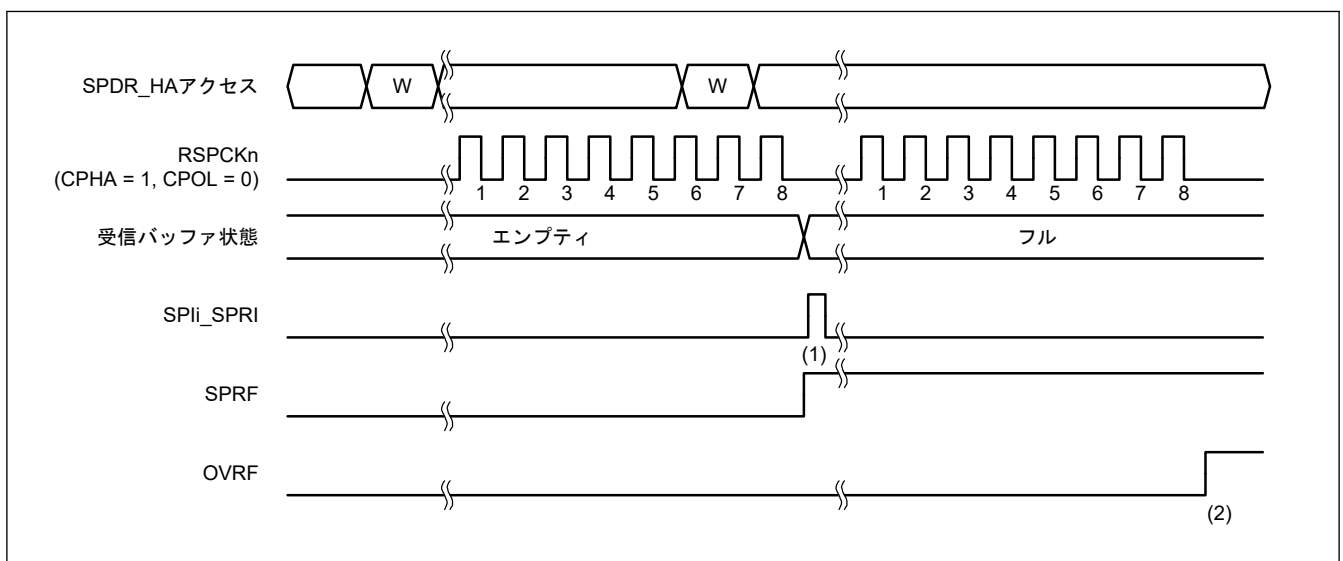
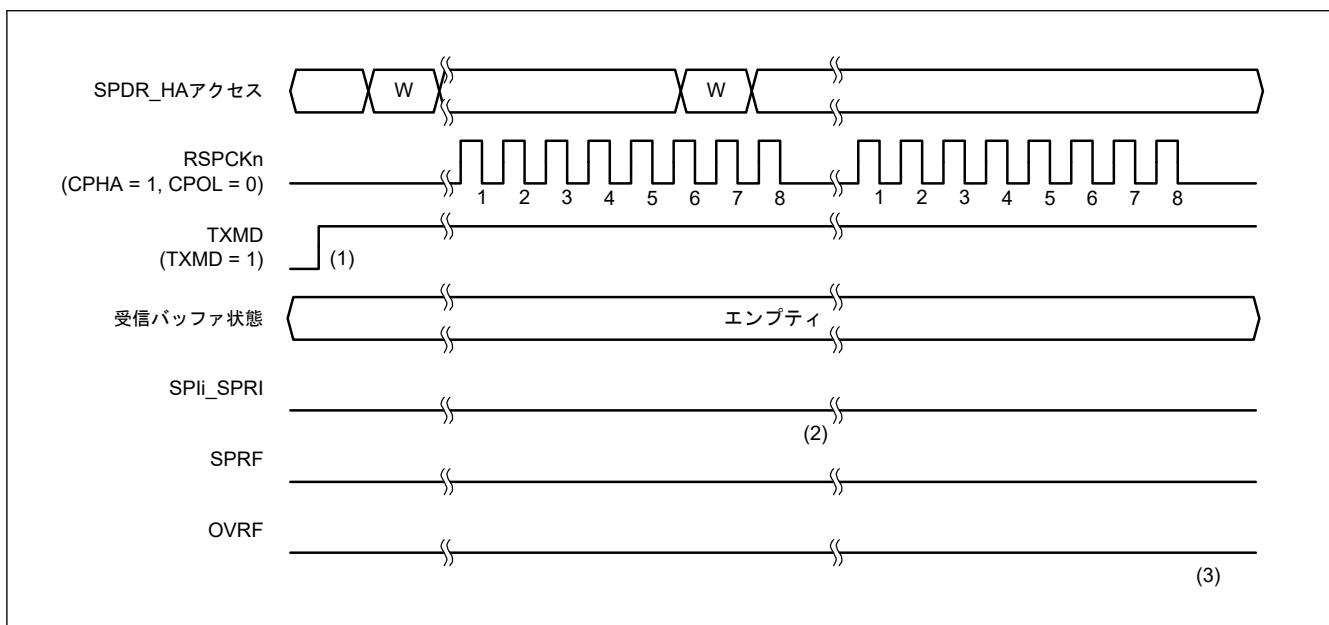

図 28.24 SPCR.TXMD = 0 の動作例
図 28.25 SPCR.TXMD = 1 の動作例
通信動作モード選択ビット (SPCR.TXMD) の設定により、全二重同期式シリアル通信または送信のみの動作が選択できます。図 28.24 および 図 28.25 に記載した SPDR アクセスは、SPDR レジスタへのアクセス状況を示しています。W は書き込みサイクルを示しています。
図 28.24 に、通信動作モード選択ビット (SPCR.TXMD) を 0 にした場合の動作例を示します。この例では、SPCMD0.CPHA ビットが 1、SPCMD0.CPOL ビットが 0 の設定で、SPI が 8 ビットのシリアル転送を実行しています。RSPCKn 波形の下に記載した数字は、RSPCK サイクル数 (= 転送ビット数) を示しています。
以下に、図 28.24 の (1)、(2) に示したタイミングでのフラグ動作を説明します。
図 28.25 に、通信動作モード選択ビット (SPCR.TXMD) を 1 にした場合の動作例を示します。この例では、SPCMD0.CPHA ビットが 1、SPCMD0.CPOL ビットが 0 の設定で、SPI が 8 ビットのシリアル転送を実行しています。RSPCK_n 波形の下に記載した数字は RSPCK サイクル数 (= 転送ビット数) を示しています。
以下に、図 28.25 の (1)~(3) に示したタイミングでのフラグの動作内容を説明します。